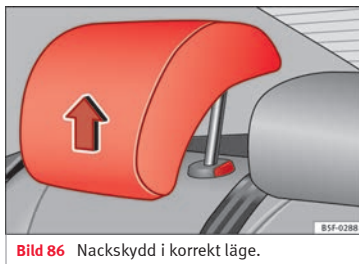

Bild 86 Nackskydd i korrekt läge.
- Ett läge för **användning** (upphöjt nackskydd) » **bild 86**. I det här läget används nackskydden på normalt sätt och skyddar passagerarna tillsammans med säkerhetsbältena.